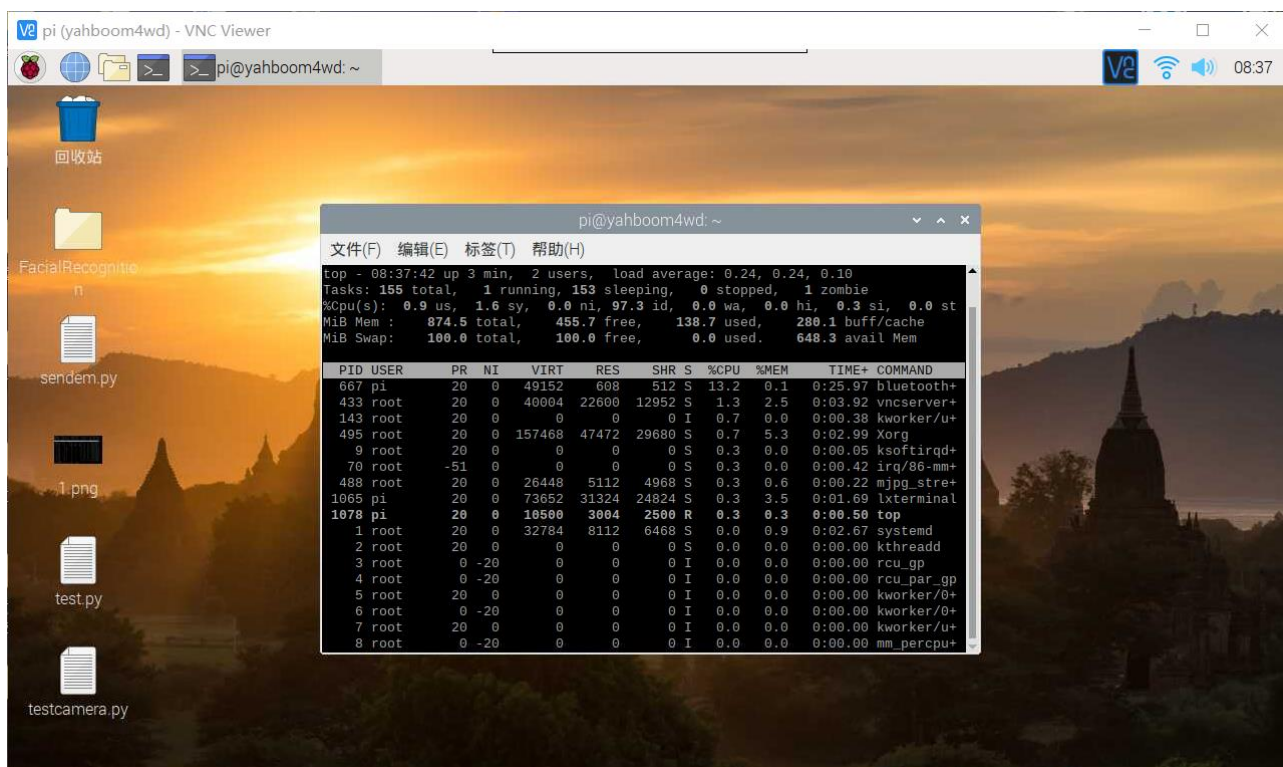

图 27 查看进程号
**解决：**如图 27 使用 top 命令查看进程号，再使用 sudo kill -9 进程号的命令杀死树莓派自身的 mjpg\_stream 进程即可。